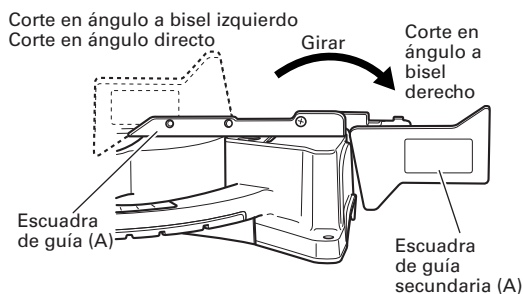

Fig. 11
En el caso de corte a bisel derecho, eleve la escuadra de guía secundaria (A) tal como se observa en la Fig. 11 y luego gírela en el sentido a las agujas del reloj.